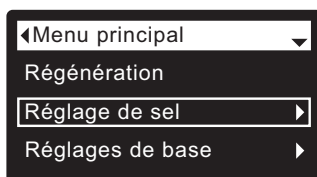

FIG. 39
1. À partir d'un écran d'état dynamique, appuyez sur le sélecteur (O) pour afficher le **Menu principal**.
2. Appuyez sur le bouton BAS (▼) pour faire défiler les options du menu et mettre en encadré **Réglage de sel** (cf. Figure 39).